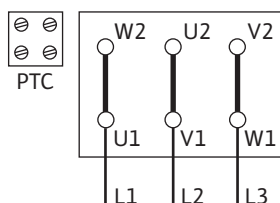
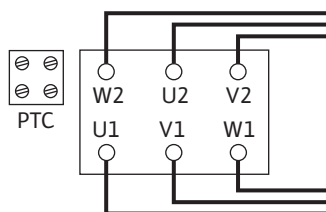

Fig. 5: Démarrage Y-Δ
Fig. 6: Couplage Δ
- L'alimentation réseau dépend de la puissance moteur P2, de la tension d'alimentation et du type de branchement. Consulter le tableau suivant ainsi que les Fig. 5 et Fig. 6 pour connaître le couplage requis des ponts de liaison dans la boîte à bornes.
Démarrage Y-Δ (de série)	Retirer les ponts de liaison (Fig. 5).
Démarrage via le démarreur en douceur (Softstarter)	Couplage Δ (Fig. 6)